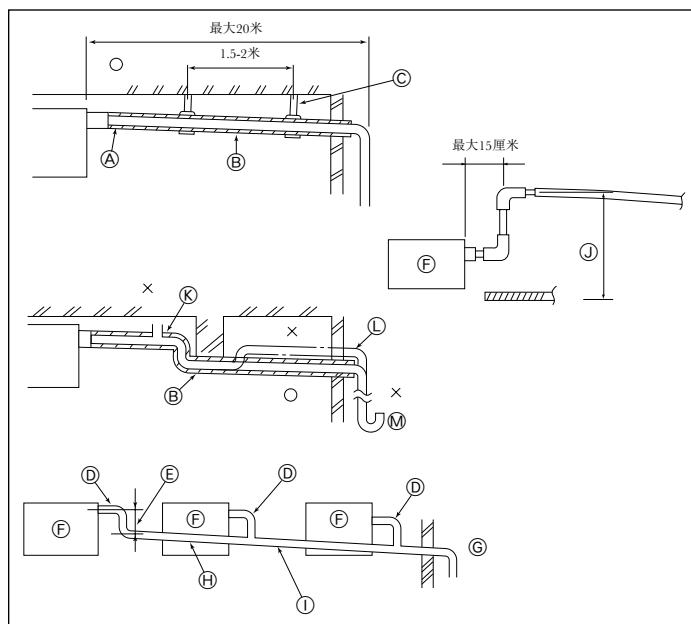

Fig. 3-4
- ① 用随附的大号管盖包扎气体管。请确定管盖的底部靠近本机的侧旁。
- ② 用随附的小号管盖包扎液体管。请确定管盖的底部靠近本机的侧旁。
- ③ 用随附的扎带包扎各个管盖的两端。(在管盖的末端包扎20毫米的扎带)。
3.4. 安装排水管 (Fig. 3-4)
- ① 正确配管
- ② 错误配管
- ③ 绝缘材料(9毫米或者以上)
- ④ 斜度(1/100或者以上)
- ⑤ 支承金属件
- ⑥ 排气孔